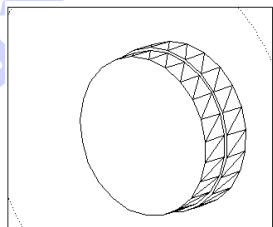
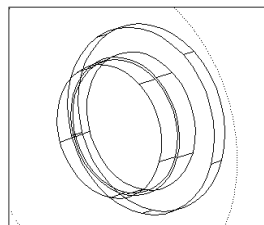

图 15-101
图 15-102
(69) 作圆柱体。单击  按钮或者在命令行直接输入 cylinder。底面圆心为 (0, 0, 0)，半径为 41，高度为-15。
(70) 设置用户坐标系。在命令行直接输入 ucs，设新的原点为 (0, 0, -15)。
(71) 作圆柱体。单击  按钮或者在命令行直接输入 cylinder。底面圆心为 (0, 0, 0)，半径为 42.5，高度为-15，结果如图 15-101 所示。
(72) 设置用户坐标系。在命令行直接输入 ucs，设新的原点为 (0, 0, -15)。
(73) 作圆柱体。单击  按钮或者在命令行直接输入 cylinder。底面圆心为 (0, 0, 0)，半径为 57.5，高度为-10，结果如图 15-102 所示。